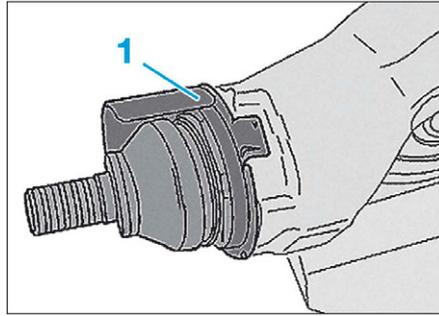

FIG. 31
- la tôle de protection (1) (Fig.31)